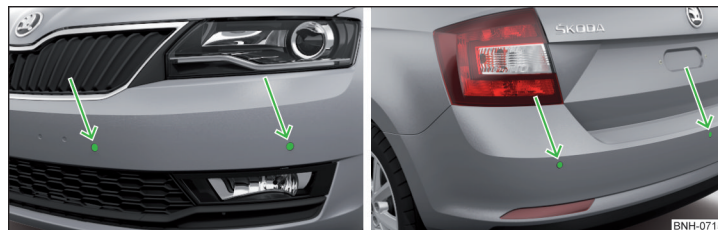

Fig. 199 **Locul de amplasare al senzorilor de pe partea stângă a autovehiculului: față/spate**
- Mențineți senzorii sistemului » fig. 199 la pagina 179 curăți, fără zăpadă sau gheață și nu îi acoperiți cu niciun fel de obiecte, pentru a nu limita funcționarea sistemului.
Sistemul calculează cu ajutorul undelor de ultrasunete distanța dintre bara de protecție și un obstacol. Senzorii cu ultrasunete se găsesc în bara de protecție spate, respectiv și în bara de protecție față, în funcție de dotarea autovehiculului » fig. 199.